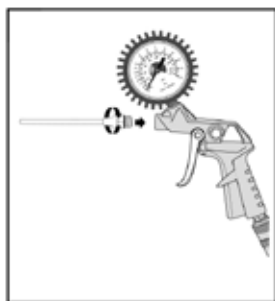

рис.5
- вкрутить, вместо шланга, в пневмопистолет насадку «игла» для очистки сжатым воздухом поверхностей в труднодоступных местах или внутренних полостей механизмов – рис.5.